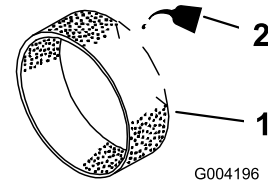

Bild 18
3. Gießen Sie 29,6 ml bis 59,1 ml Öl auf den Vorfilter (Bild 18).